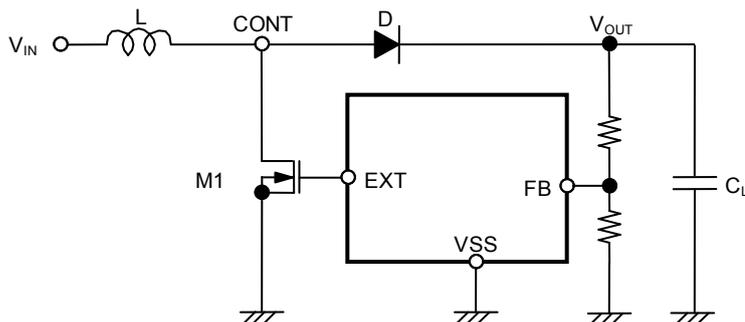

図 10 昇圧型スイッチングレギュレータの基本式の回路
以下に昇圧型スイッチングレギュレータの基本式 (1)~(7) を示します (図 10 参照)。